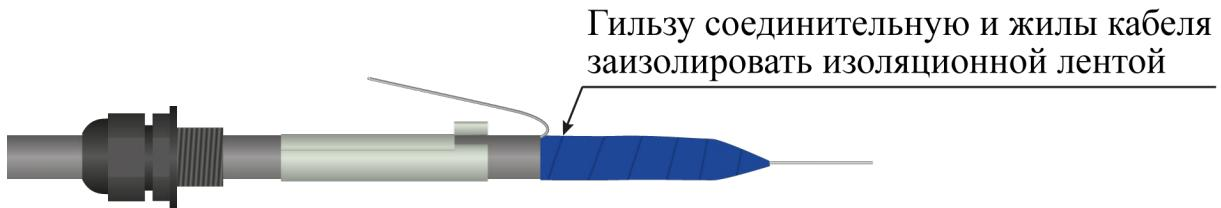

Рисунок 4.19
- гильзу соединительную и жилы кабеля ТППЭп изолировать изоляционной лентой (рисунок 4.19);